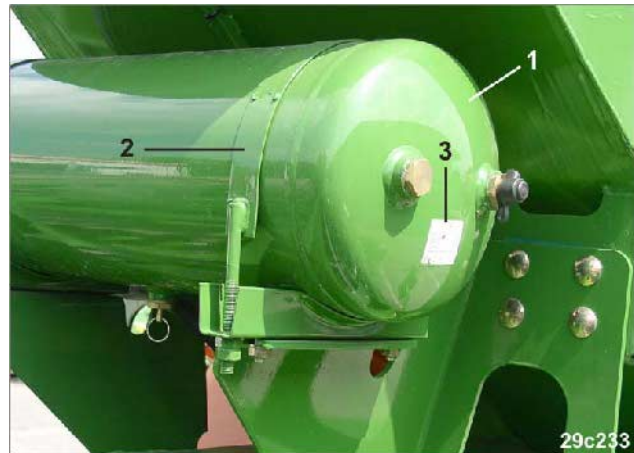

Fig. 45
Trykklufttanken (Fig. 45/1) må
- ikke kunne bevege seg i fastspenningsbåndene (Fig. 45/2)
Typeskiltet (Fig. 45/3) må ikke